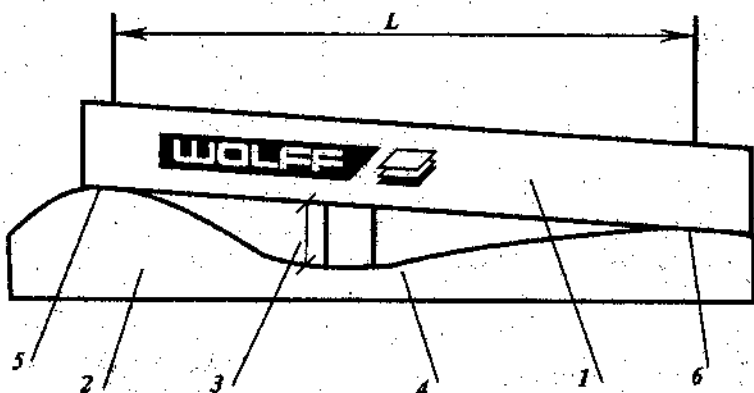

Рис. 14
Третья проверка — это измерение неровностей стяжки. Согласно этой проверке устанавливается размер неровностей, которые затем необходимо вышлифовать. Для измерения используется металлическая планка (1) длиной, как правило, 2 или 1,25 м (Wolff № 111660000 или 111650000, рис.14).